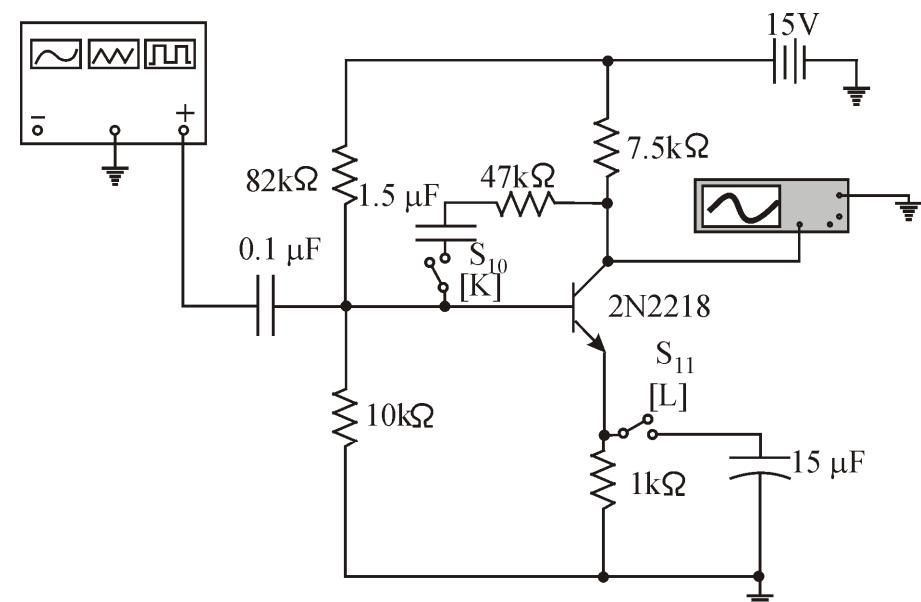

Рис.1.12. Усилитель с общим эмиттером
5.1. Ключом S_{10} (рис. 1.12) разорвите цепь отрицательной обратной связи по напряжению, ключом S_{11} отключите конденсатор в эмиттерной цепи. Определите значение коэффициента усиления по напряжению каскада (см. формулу 1.8).